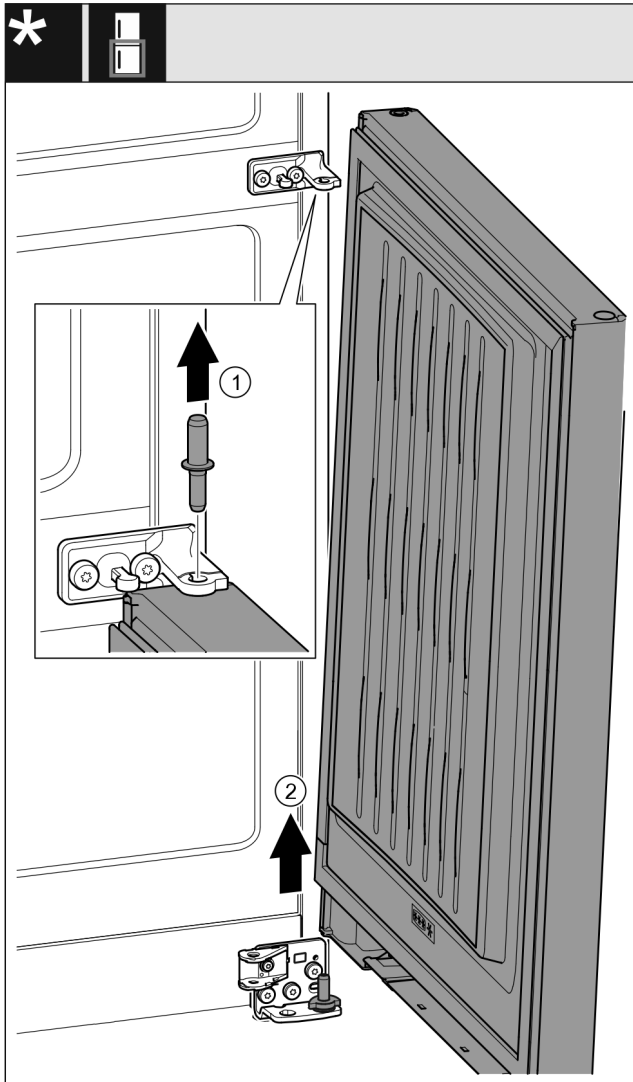

Fig. 25 *
- Bouten Fig. 25 (1) naar boven toe eruit trekken.*
- Deur Fig. 25 (2) eruit draaien, naar boven trekken en opzij leggen.*